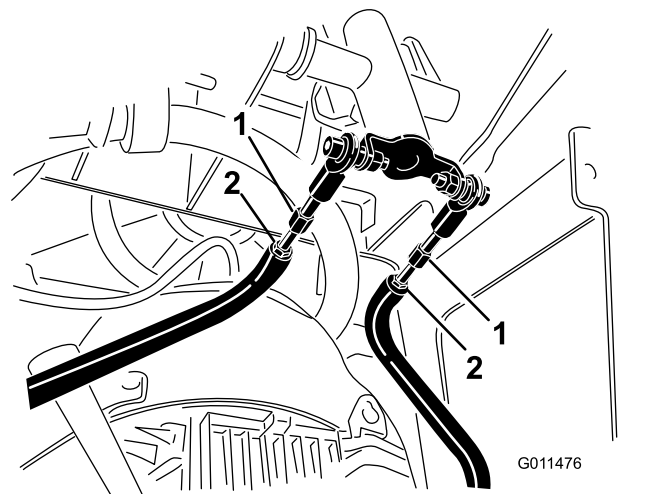

Figura 55
- D. Slăbiți piulițele de blocare de pe tijele de traciune, sub panoul de comandă (Figura 55).